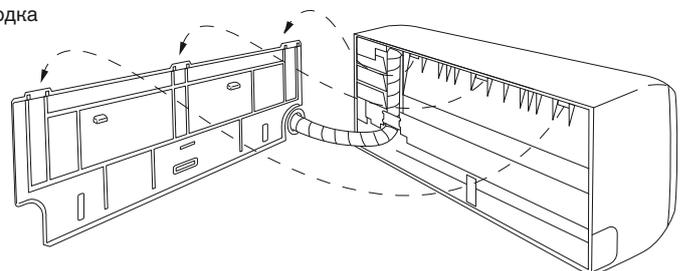

Рис. 3-25
- (2) Протолкните проводку, трубопровод хладагента и дренажный шланг сквозь отверстие в стене. Отрегулируйте внутренний блок таким образом, чтобы он был надежно установлен на задней панели. (Рис. 3-25)
- (3) Осторожно согните трубопровод (в случае необходимости) для прокладки его вдоль стены в направлении внешнего блока, а затем обмотайте его лентой до держателей. Дренажный шланг должен выходить прямо вниз по стене до точки, где вытекающая вода не будет загрязнять стену.